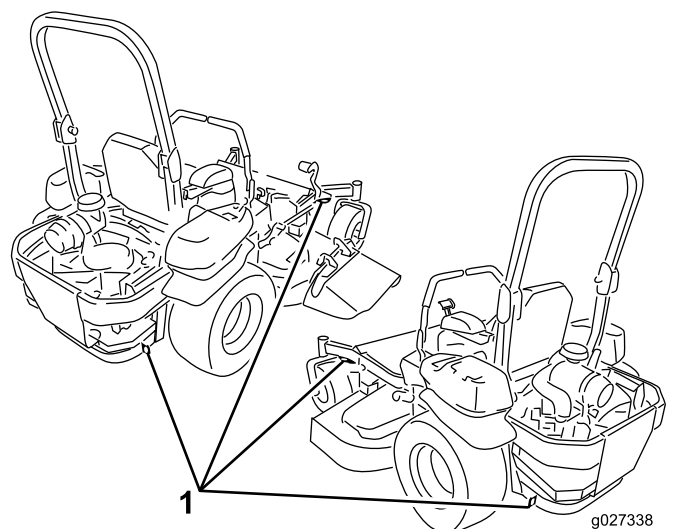

Figura 46
6. Ancorate la macchina accanto alle ruote orientabili anteriori e al paraurti posteriore con cinghie, catene, cavi o corde (Figura 46). Fate riferimento ai regolamenti locali per i requisiti di ancoraggio.